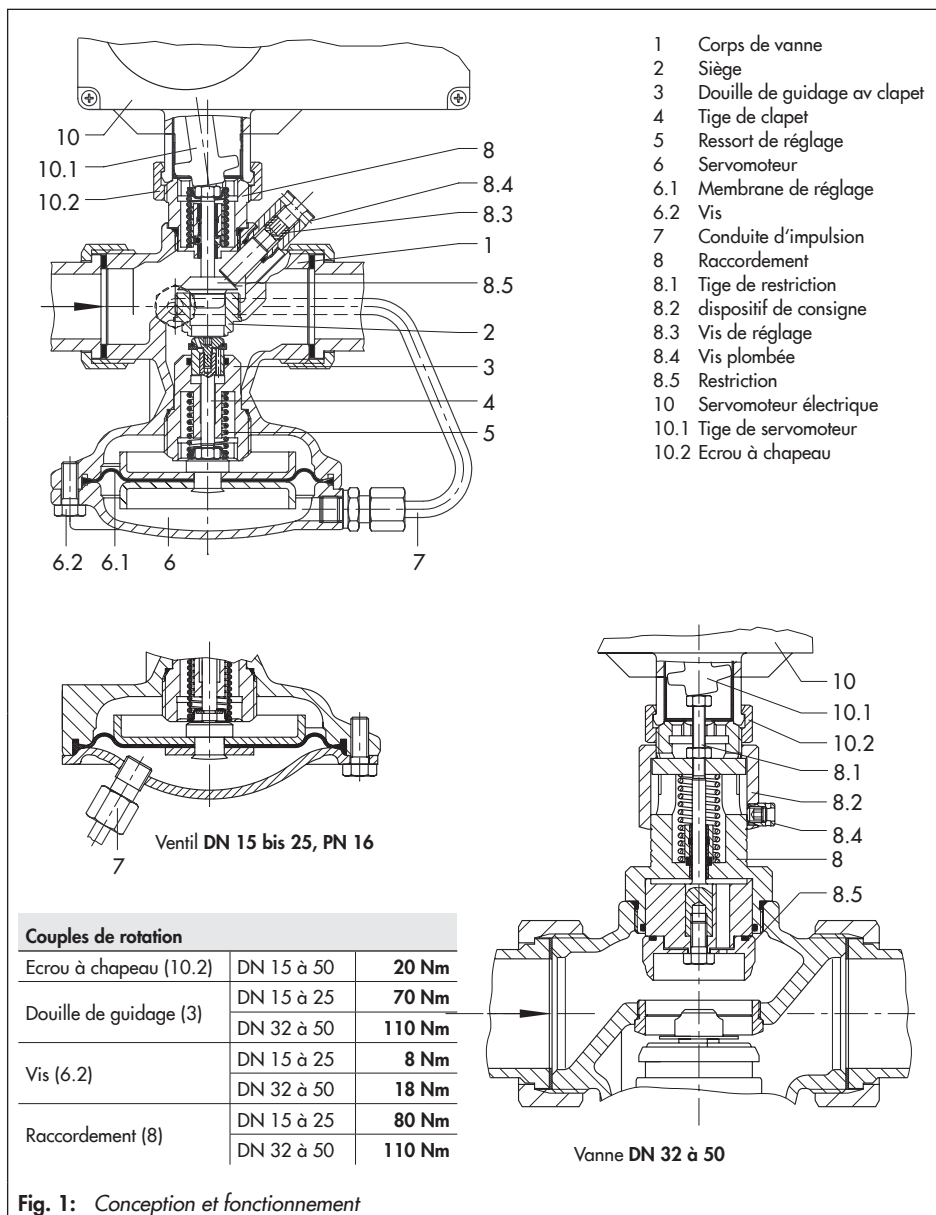

Fig. 1: Conception et fonctionnement
Voir aussi „fig.1: conception et fonctionnement “ page 7.
Voir aussi „fig. 1: conception et fonctionnement“ page 7.
2. Dévisser la pièce de raccordement (8) de la restriction à l'aide d'une clé à pipe (référence 1280-3001, voir „6.2 nettoyage ou échange du clapet“ page <?>) et retirer du corps de vanne.
3. Echanger les pièces et les monter dans l'ordre inverse. Respecter les couples de serrage dans le tableau „fig. 1: conception et fonctionnement“ page 7.
6. Procéder en sens inverse pour le montage. Respecter les couples de serrage dans le tableau „fig. 1: conception et fonctionnement“ page 7.
2. Dévisser la conduite d'impulsion (7).
4. Procéder en sens inverse pour le montage , voir „fig. 1: conception et fonctionnement“ page 7.